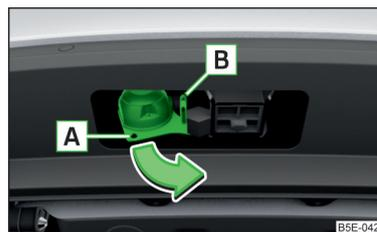

Abb. 197
- Die 13-polige Steckdose im Bereich **A** fassen und in Pfeilrichtung ausschwenken » Abb. 197.
- Den Stecker des Anhängerkabels in die 13-polige Steckdose **A** » Abb. 197 einstecken.